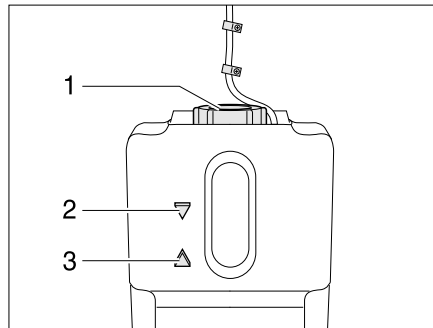

Bild 251 Ausgleichsbehälter Warmwasser-Heizung
- Prüfen, ob am Ausgleichsbehälter (Bild 251) die Flüssigkeit zwischen der Markierung "MIN" (Bild 251,3) und "MAX" (Bild 251,2) steht.
- Am Ausgleichsbehälter den Drehverschluss (Bild 251,1) aufdrehen.